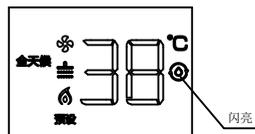

图41
2. 全天候模式（如图41）：当系统进入到全天候模式后，系统会全天候24小时根据用户设定的保温温度与循环管内的温度变化情况适时启动水泵并点火加热，当循环管路内的水温达到保温温度时，热水器停止加热。若要取消全天候模式，用户可通过按下“”键来切换到其他预热巡航模式或者退出全天候模式。（在全天候模式下，如果卫浴模式选择“四季感”，系统将自行退出“四季感”返回原先卫浴模式）